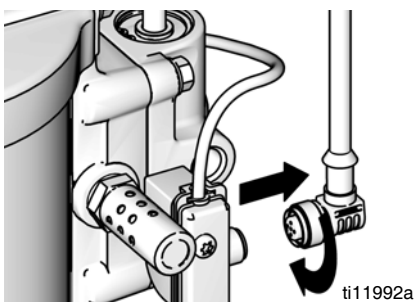

ABB. 33. DataTrak trennen
1. Das Kabel von der Reedschalter-Baugruppe abschrauben. Siehe ABB. 33.